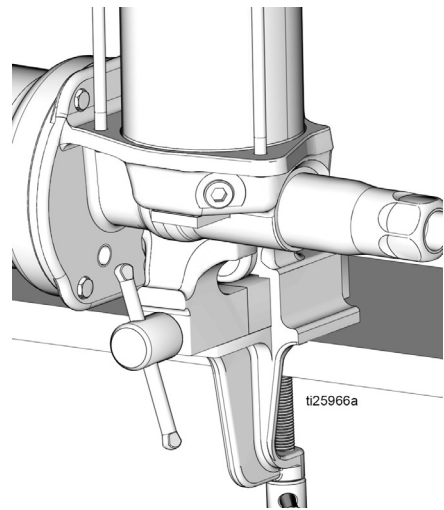

FIG. 12
6. Bloccare la base della pompa in una morsa come mostrato in FIG. 12. Utilizzare una morsa a ganasce morbide o coprire con un panno le ganasce della morsa per proteggere la superficie della base della pompa.